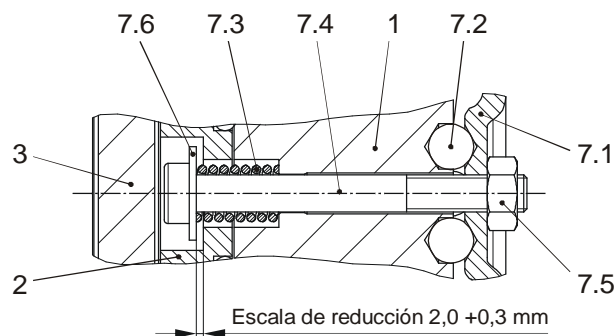

Fig. 6
Mediante levantamiento de las palancas de desbloqueo manual (7.1) de las bolas de acero (7.2) se empujan los dos tornillos cilíndricos (7.4) incl. discos (7.6) conjuntamente con la arandela de anclaje (2) contra el portabobinas (1) (Fig. 6).